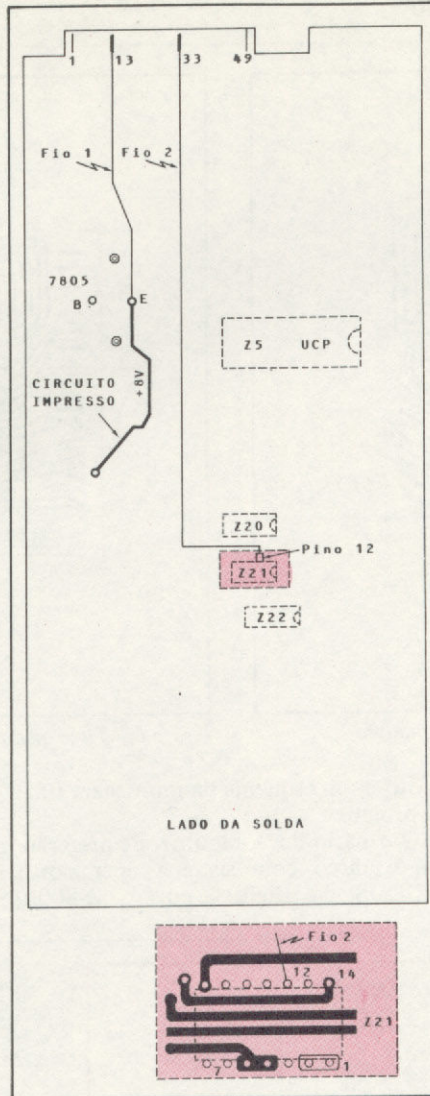

Figura 3 - Placa da UCP do D-8000 vista por baixo; observe o destaque feito do Z21 visto por baixo, com detalhe da ligação do fio nº 2.
- Figura 3 – placa da UCP do D-8000 vista por baixo (lado da solda);
Continue na figura 2 e localize os integrados Z21 e Z22. Vire a placa ao contrário. Agora, observando a figura 3 (a mesma placa vista pelo lado da solda), localize o pino 12 de Z21. Solde um fio fino com isolamento entre este pino